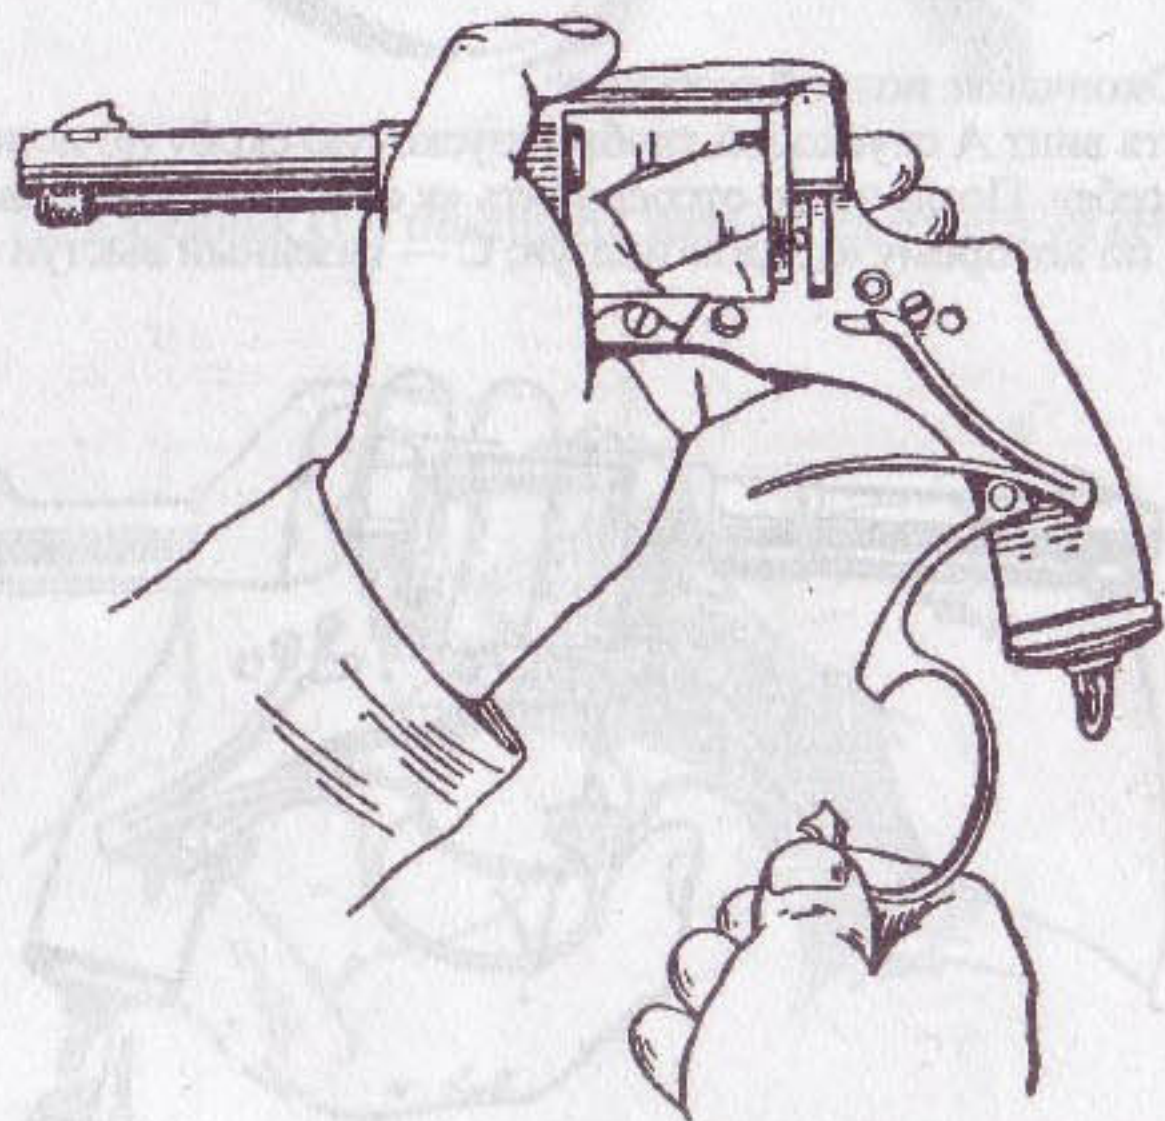

Рис. 77. Как снять спусковую скобу
- ◆ после этого снять спусковую скобу и боевую пружину (рис. 77);